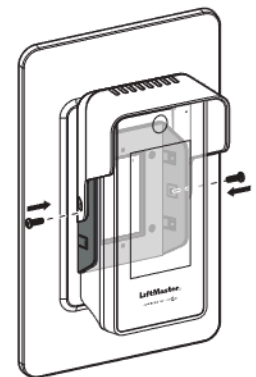

Figura 8
4. Una vez que ambos lados estén asentados, apriételos utilizando un destornillador Torx T20 y los nuevos tornillos suministrados con el cabezal CAPXS. (Vea la Figura 8)